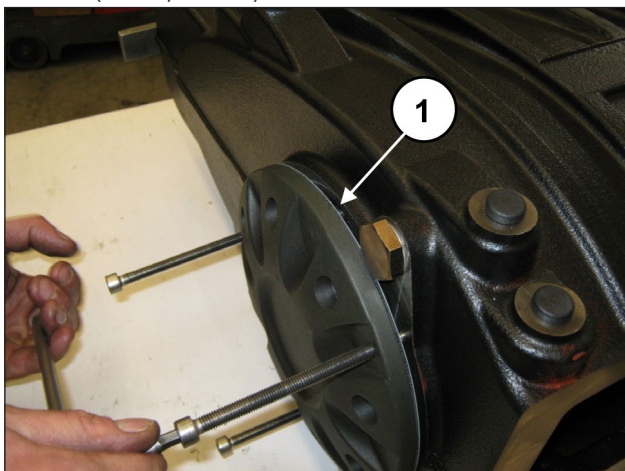

Abb. 29
Drehen Sie schrittweise die 3 Schrauben M8 fest (Pos. ①, Abb. 29) um ein übermäßiges Anwinkeln und das Festsitzen des Deckels zu vermeiden.